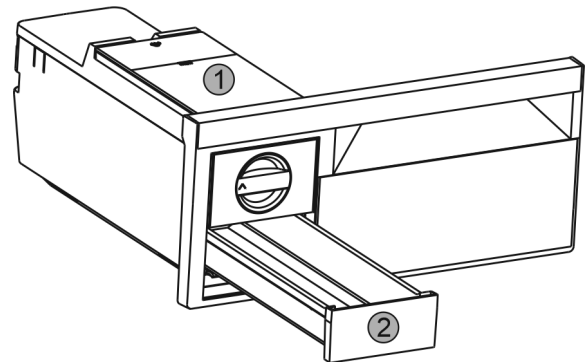

Fig. 62
- ▶ Извадете резервоара за вода Fig. 62 (1) и чекмеджето за ледени кубчета Fig. 62 (2).